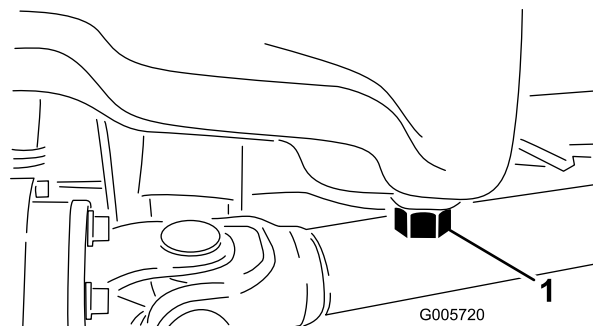

Figura 46
2. Abra el capó. Ponga un recipiente debajo del capó, alineado con el tapón de vaciado (Figura 46).